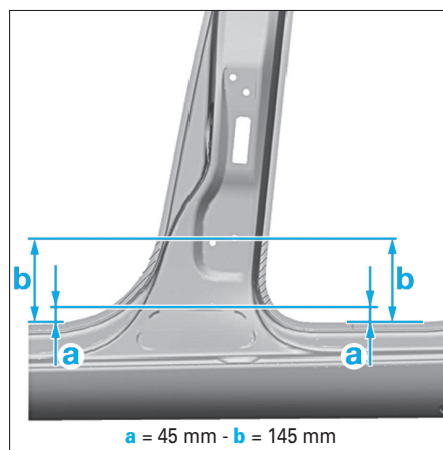

FIG. 101
- Repérer, sur le montant extérieur, les zones dans lesquelles il ne faut pas souder pour des raisons de sécurité (Fig.101).